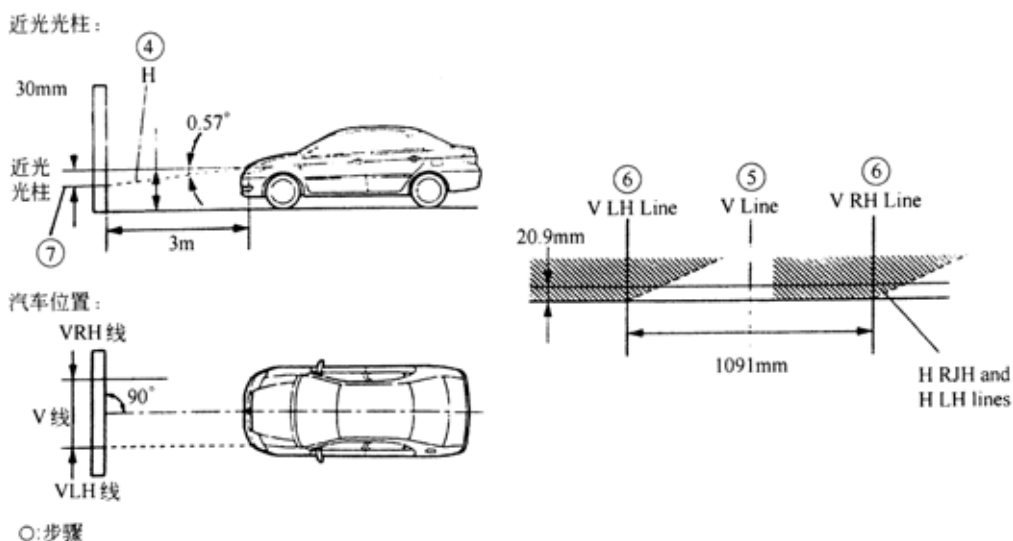

图 9-48
(3)如图 9-48 所示，确保车辆中心线与纸面成  $90^\circ$  角。
(11)检查前照灯的照射位置是否符合图 9-48 所示标准。